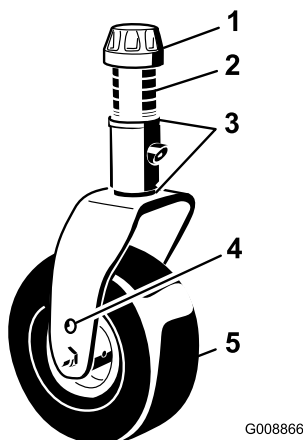

Figura 78
1. Retire tampa de tensionamento do eixo roscado e desloque o fuso para fora do braço da roda giratória (Figura 78).